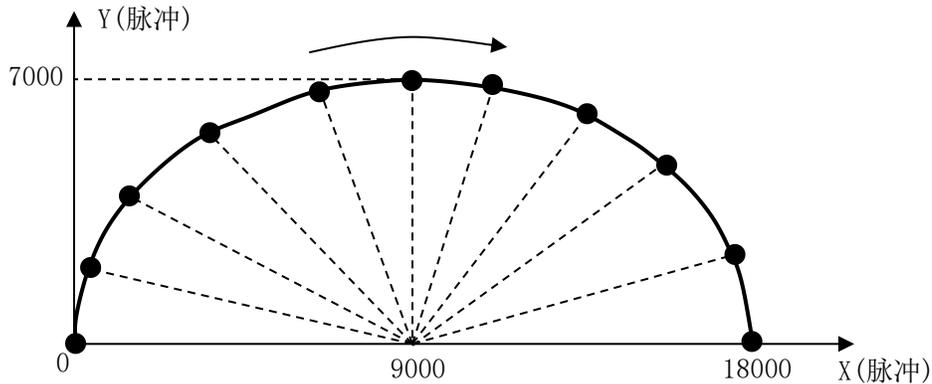

图 7.28 上半椭圆轨迹和分段
如图 7.28 所示，要控制运动平台按椭圆轨迹运动，但 DMC3000 系列卡中并没有提供椭圆插补函数，用户可以使用 PVT 函数自己设计该轨迹。
- 1、将该轨迹分成圆弧角相等的十段轨迹，如图 7.28 所示；计算各点坐标值，即得 P 值。程序如下：